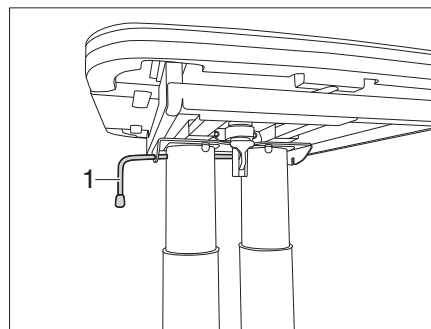

Fig. 115 Bloccaggio del tavolo
- Ruotare la leva di serraggio (Fig. 115,1) verso destra. Il tavolo di sollevamento è bloccato.
- Sbloccare la leva di serraggio (Fig. 115,1).
- Ruotare la leva di serraggio (Fig. 115,1) in senso antiorario. Il bloccaggio è aperto.